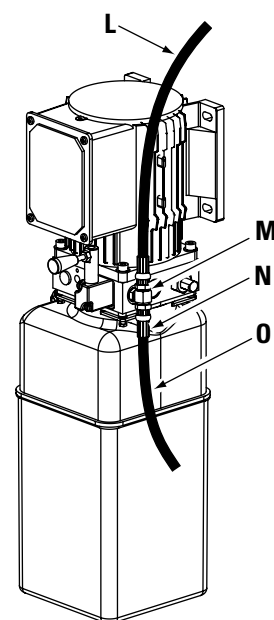

Fig. 13
- D. Montare e stringere a mano il raccordo a T alla pompa sino a che l'O-Ring è in posizione, fig. 13. Continuare il serraggio del controdado con 14 - 20 Nm (1,4 - 2,1 kg-m), oppure fino a quando il dado e la rondella di sicurezza non raggiungono il distributore della pompa. **NOTA:** Il raccordo a T deve poter essere ruotato in qualsiasi momento. Ciò è regolare, a meno che l'O-ring non abbia delle perdite. In tal caso, serrare leggermente il controdado.
Dettaglio fig. 13